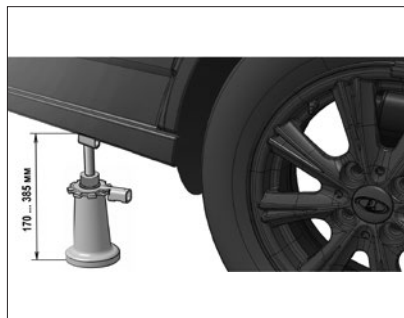

Рис. 83. Замена колеса
- установите домкрат (рис. 83) в ближайшее к заменяемому колесу обозначенное место, затем заведите домкрат под автомобиль в горизонтальном положении, подведите опорную площадку держате-